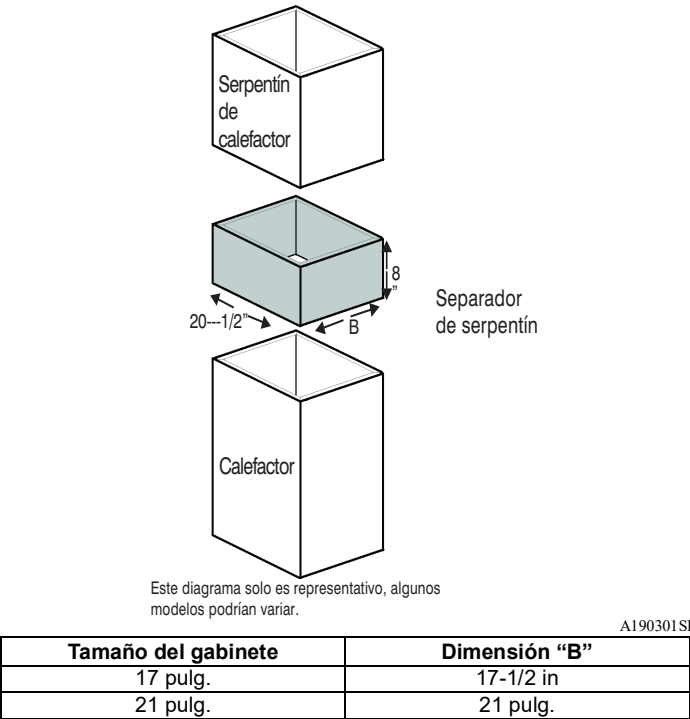

Fig. 26 – Dimensiones del espaciador metálico de 8 in de alto
- El blindaje metálico fabricado en terreno debe proteger completamente todos los materiales compuestos de plástico de la exposición directa a cualquier parte del intercambiador de calor. Los serpentines que están parcialmente blindados deben tratarse como sin protección y requieren un espaciador. Requisitos de dimensiones, consulte Fig. 26.
Todos los adaptadores están fabricados en terreno de acuerdo con las dimensiones para el blindaje metálico, consulte Fig. 25 y para el espaciador de metal laminado de 8 in de alto, consulte Fig. 26.
NOTA: Para la demostración del uso permitido del espaciador de 8 in, consulte Tabla 6 y Fig. 26. El espaciador se puede ajustar para adaptarse a diferentes combinaciones de ancho de serpentín o calefactor, pero, si se utiliza, siempre se debe mantener una altura mínima de 8 in. El espacio entre la parte superior de la cubierta del calefactor y la parte inferior del serpentín.